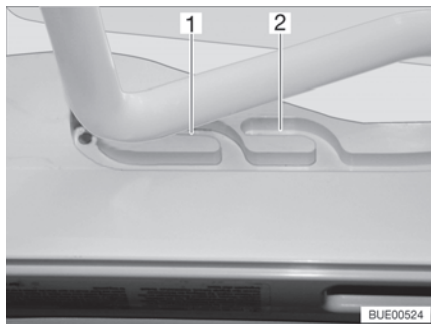
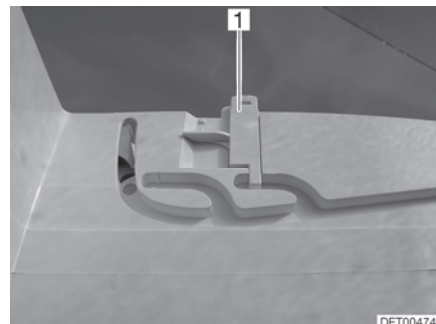

Bild 55 Spår (ventilationsläge)
Bild 56 Lås (ventilationsläge)
Heki-takluckan kan ställas i två ventilationslägen: Läget för dåligt väder (Bild 55,1) och mittläget (Bild 55,2). Beroende på modell kan takluckan låsas i mittläget med de båda spärrarna (Bild 56,1) till höger och vänster om ramen till takluckan.
- Tryck bygel lätt uppåt och skjut in den i det valda spåret (Bild 55,1 eller 2) och lås eventuellt.